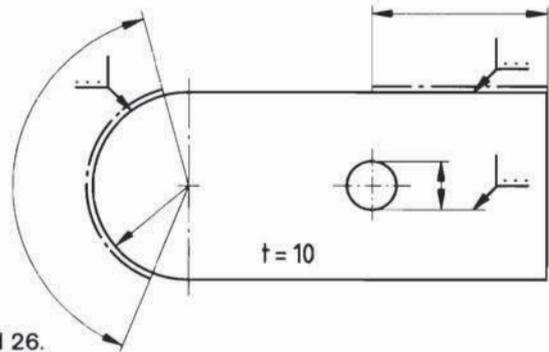

Bild 26.
3.5.2 Kantenzustände, die nur für eine vorgeschriebene Länge gelten, sind durch entsprechende Maßangaben sowie durch eine Strichpunktlinie (breit) festzulegen (Bild 26).